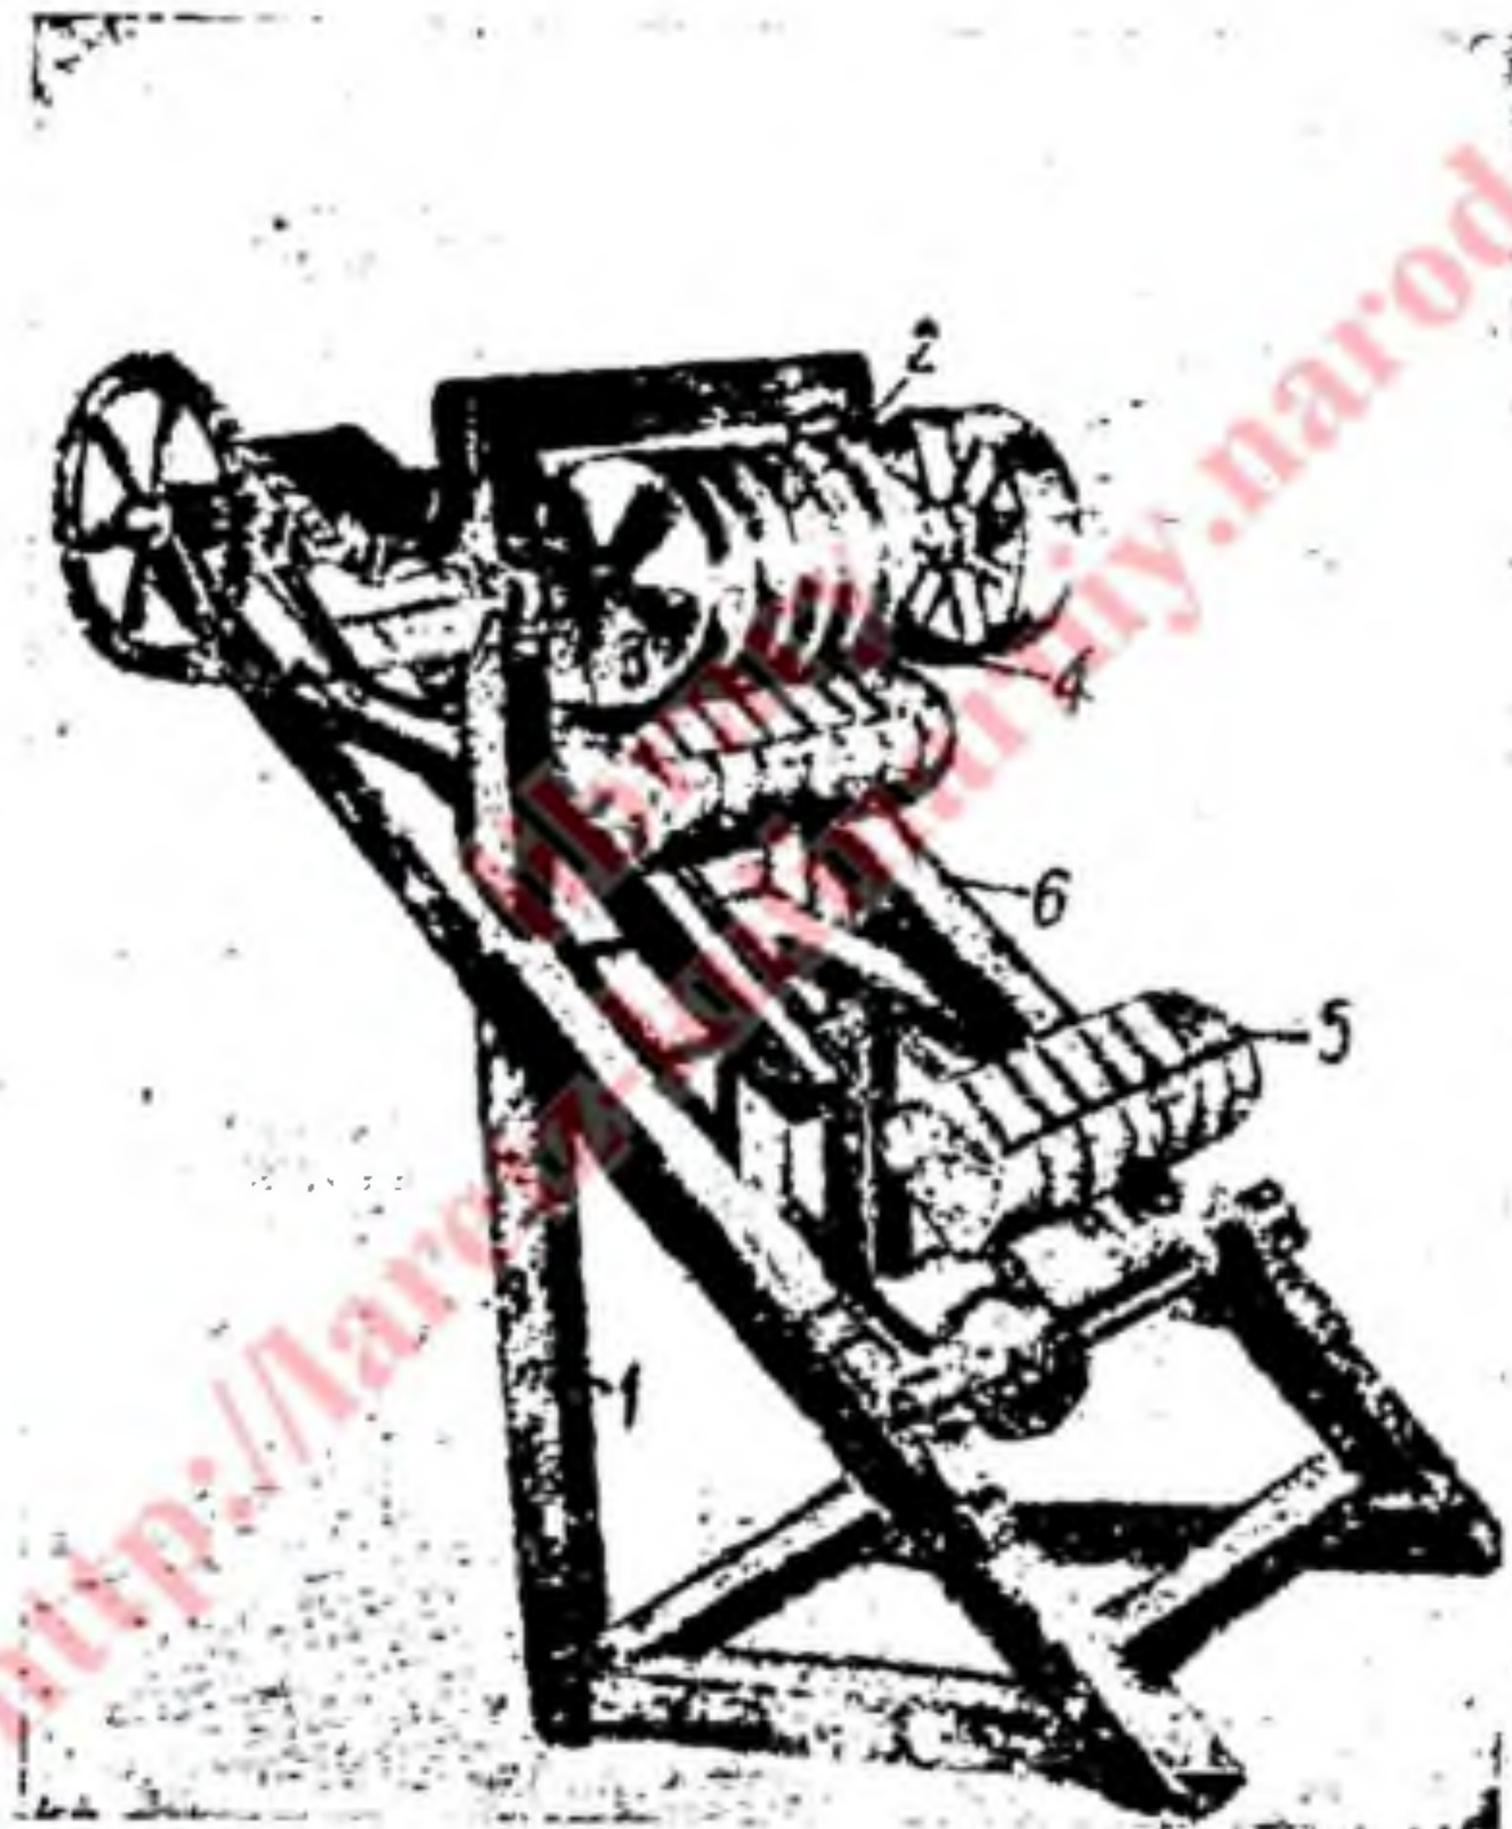

Рис. 17. Рыборезка.
Машина для резки крупной рыбы на порции (рис. 17) состоит из деревянной или металлической рамы (1), на которой укреплены режущие круглые диски (2), насаженные на одном валу (3) и приводимые в движение от шкива (4). Подача рыбы к режущим дискам производится специальными ковшами (5) с поперечными просветами в количестве, равном количеству дисков. Ковши укреплены на двух бесконечных цепях (6), надетых на зубчатки двух параллельных валов. Ковшечное устройство приводится в движение цепью от рабочего вала.